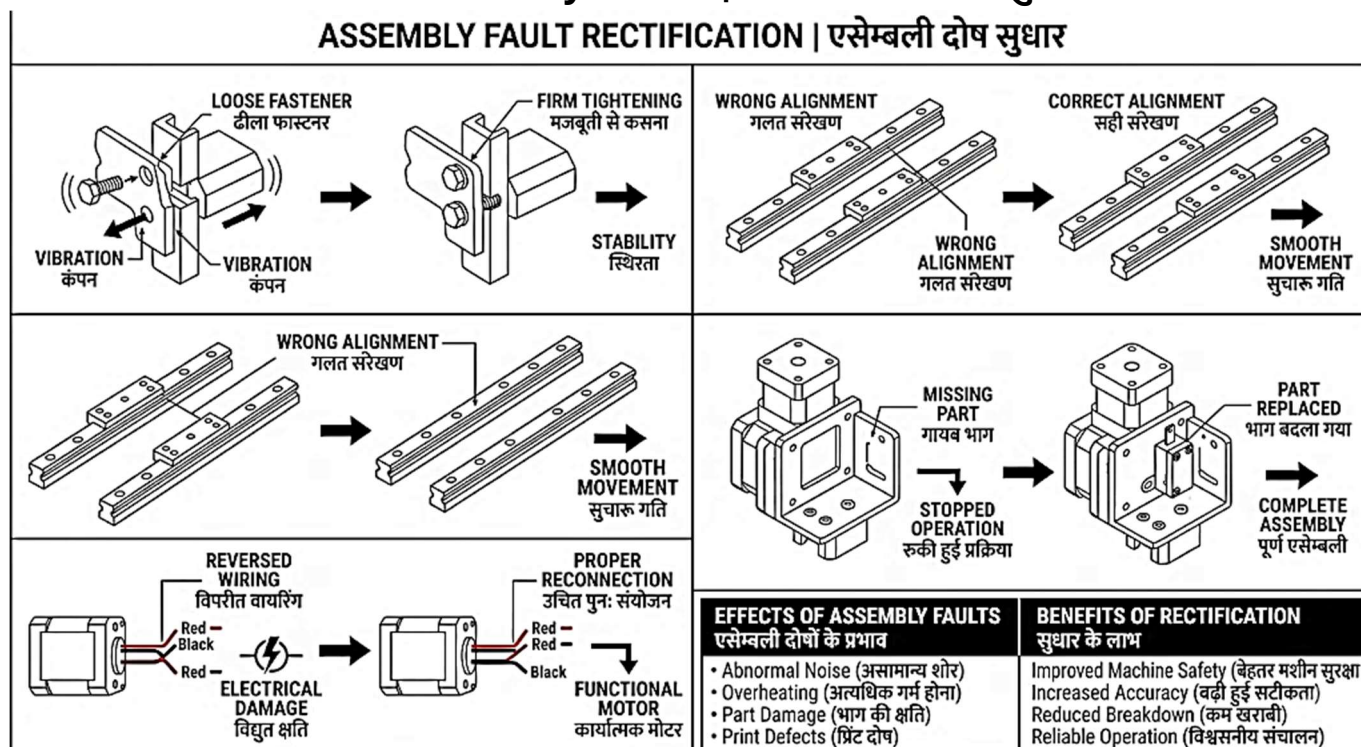

Fig. 16.10: Assembly Fault Rectification and Alignment Correction | असेंबली दोष सुधार और संरेखण सुधार
16.10.1 Definition and Meaning of Assembly Fault Rectification (Fig. 16.10)
16.10.1 असेंबली दोष सुधार की परिभाषा और अर्थ (Fig. 16.10)